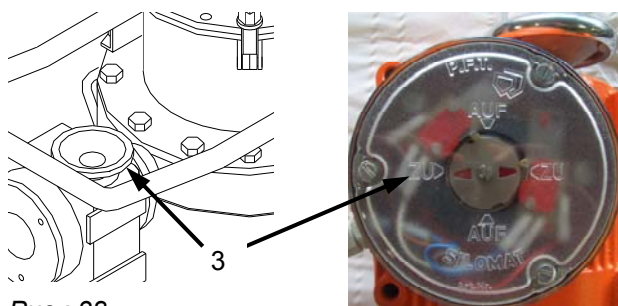

Рис.: 38
3. Путем вращения маховичка (3) запорная заслонка сервопривода легко открывается, чтобы снять давление в бункере / контейнере.
4. Затем запорную заслонку путем вращения маховичка снова закрыть (рис.: 38).